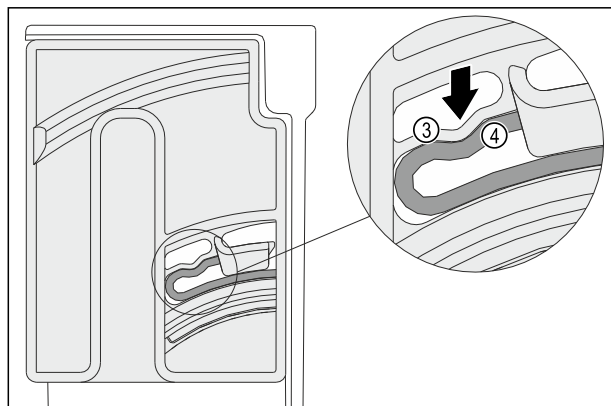

Fig. 126
- ▶ Elastisches Element Fig. 126 (3) der Dreheinheit rastet hörbar in der Rundform der Rippe Fig. 126 (4) ein.